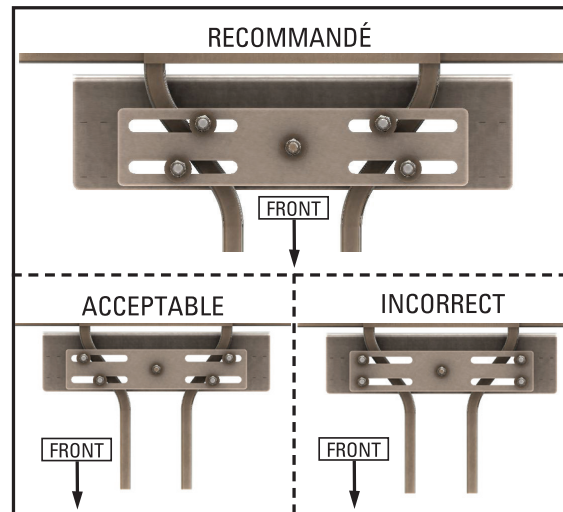

Figure 11: Fermeture de placement
- 3) Placez la plaque de montage supérieure (2) sur le cadre. Il doit être placé derrière les pneus où le cadre se creuse. Reportez-vous à la figure 11 pour le placement de fixation.